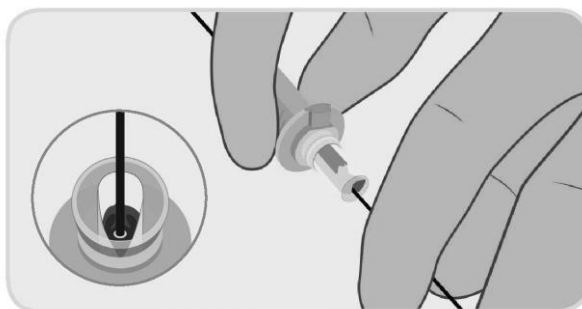

Figure 7. Chargement du guide dans la canule du dispositif
- Durant l'insertion, lubrifier le guide à l'aide de solution saline non héparinée. Insérer le guide dans l'implant au sein de la canule de chargement (Figure 7). Continuer à insérer le guide jusqu'à ce qu'il ressorte à l'arrière du manche du dispositif de fermeture PerQseal®. Maintenir la gaine d'introduction PerQseal® à un angle peu prononcé par rapport à l'axe longitudinal de l'artère (20°, par exemple) et maintenir la gaine d'introduction le plus droit possible afin d'éviter les plis.
Remarque 2 : Lors de l'insertion, saisir uniquement la partie arrière de la canule de chargement, comme indiqué à la Figure 7.